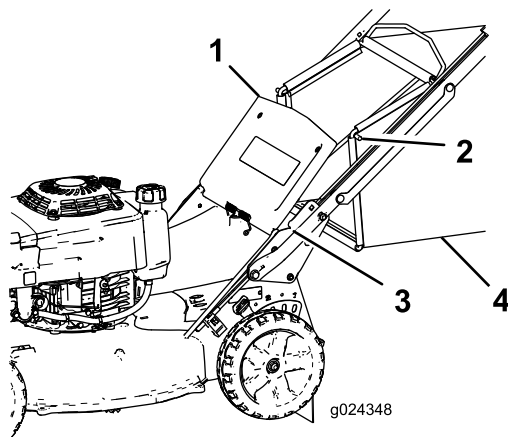

Figure 18
2. Soulevez le déflecteur arrière et gardez-le dans cette position (Figure 18)
4. Placez les extrémités de la tige du bac dans les crans à la base du guidon et basculez le bac d'avant en arrière pour vous assurer que les extrémités de la tige sont bien engagées au fond des deux crans (Figure 18).
3. Enlevez la tige du bac à herbe des crans à la base du guidon (Figure 18).